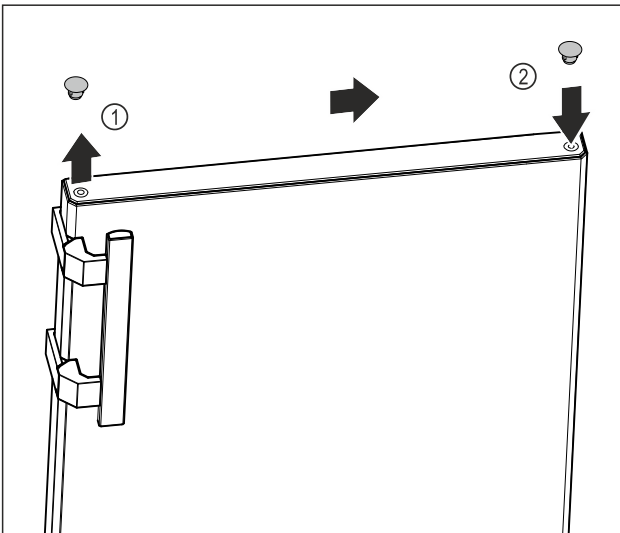

Fig. 16
- ▶ Óvatosan emelje le az ajtó felső oldalán a fedődugót Fig. 16 (1) egy lapos csavarhúzóval.
- ▶ Helyezze fel a fedődugót a másik oldalon. Fig. 16 (2)